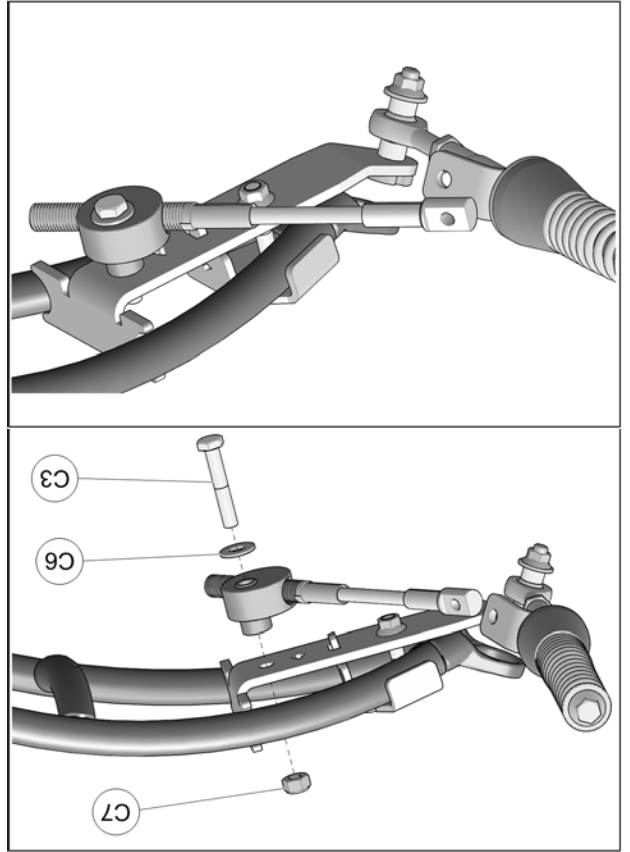

Fig. 25
13. Positionner le disque du câble assemblé du limiteur de conduite sur l'ancrage, l'érou (C3) et la rondelle (C6) par le dessous, l'érou (C7) par le dessus pour fixer le limiteur de conduite en place. Serrer l'érou à un couple de 50 N•m [37 lb•pi]. Voir la Fig. 25